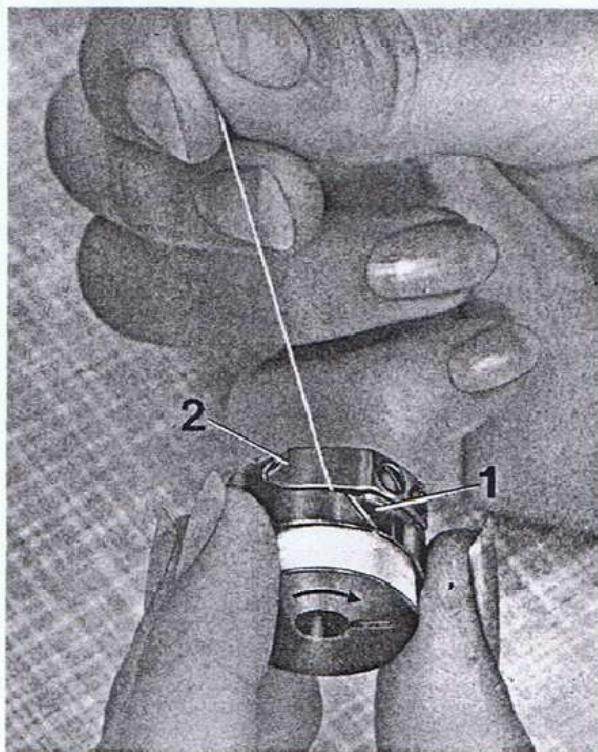

Fig. 6
■ Die gefüllte Spule so in die Oberkapsel einsetzen, daß der Faden im Uhrzeigersinn abläuft (siehe Pfeil Fig. 6).
■ Insert the full bobbin into the bobbin case so that when you pull the thread the bobbin turns in a clockwise direction (see arrow in Fig. 6).
■ Introduire la canette garnie dans la boîte à canette, de manière que le fil se déroule dans le sens des aiguilles d'une montre (flèche, fig. 6).